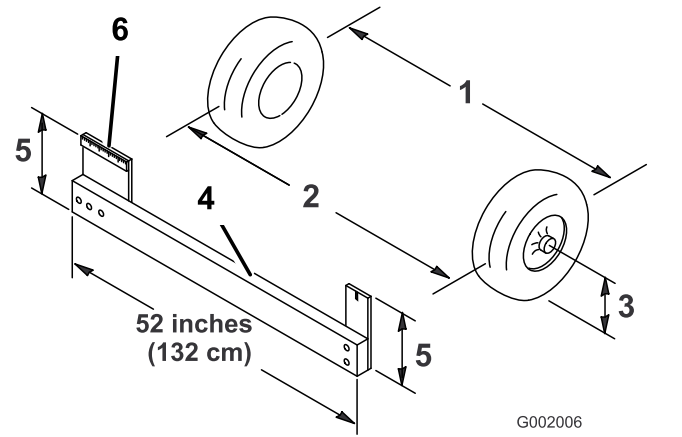

Bild 50
- Messen Sie den Abstand zwischen beiden Vorderreifen auf Achshöhe (an der Vorder- und Rückseite der Vorderreifen) (Bild 50).
dasselbe Spurmessgerät, um die Vorderseite der Vorderreifen auf Achshöhe genau zu messen (Bild 50).